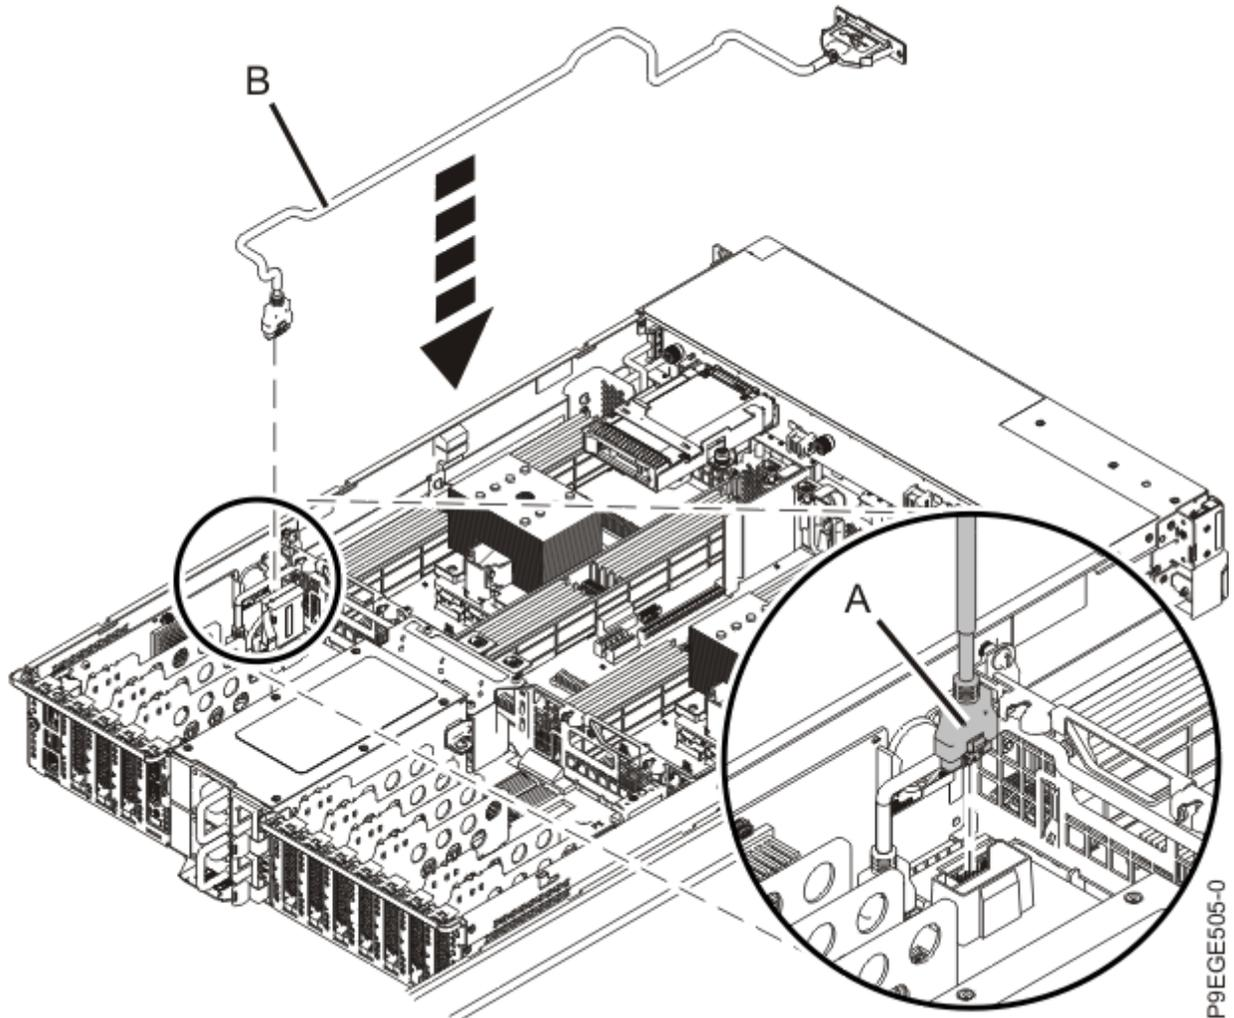

Figura 12. Instalación del cable USB frontal
4. Conecte el cable USB **(A)** en el conector de la placa posterior del sistema como se muestra en la Figura 12 en la página 14.